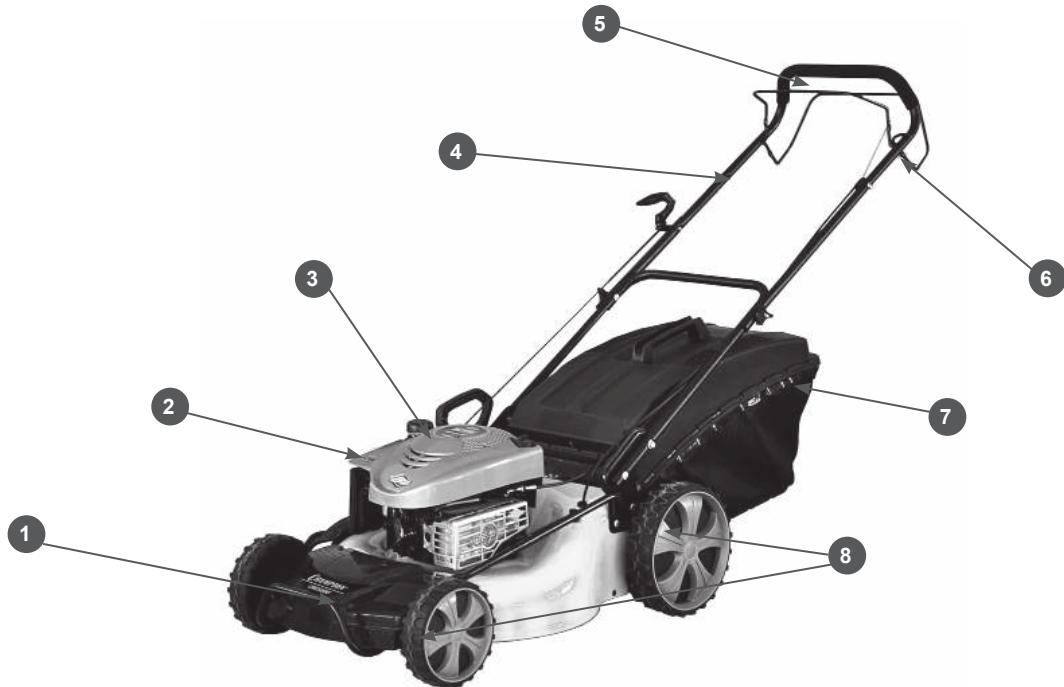

Рис.1
Перед запуском двигателя, несколько раз задействуйте рычаг остановки(5) Рис.1 двигателя. Проверьте, что тросик остановки двигателя движется свободно, и что рычаг остановки двигателя работает должным образом.
3. Убедитесь, что рычаг привода (6) Рис.1 находится в выключенном положении.
6. Для начала движения нажмите на рычаг привода хода (6). Во время работы рычаги (5) и (6) удерживаются одновременно.